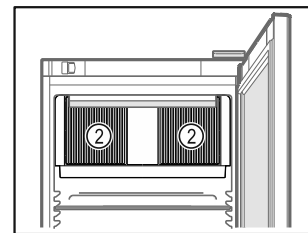

Fig. 79
- Тримати відкритою вентиляційну щілину Fig. 79 (2) вентилятора циркуляційного повітря у внутрішній камері.